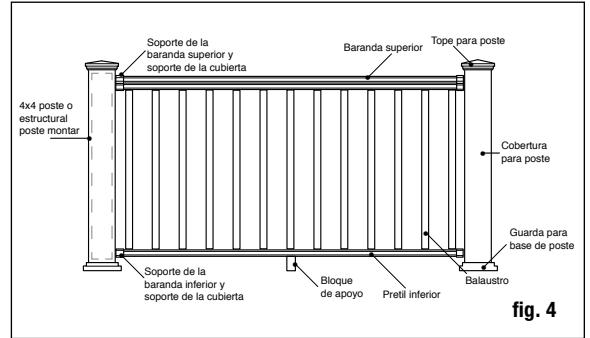

fig. 4
Paso 5 Recorte las coberturas de postes de 10.2 x 10.2 cm (4x4 pulg.) a la longitud adecuada. Las coberturas para poste deben ser al menos 3.8 cm (1-1/2 pulg.) más largas que la altura del barandal (fig. 4). Ejemplo: Para un barandal de 91.4 cm (36 pulg.) de altura, recorte la cobertura del poste a un mínimo de 96.5 cm (38-1/2 pulg.), puede dejarse más larga si se desea. Deslice una funda de poste recortada sobre cada poste de barandilla de 10.2 x 10.2 cm (4x4 pulg.) o montaje de poste. La cobertura para poste debe deslizarse fácilmente sobre el poste. NO FUERCE la cobertura de poste sobre el poste. Los postes de 10.2 x 10.2 cm (4x4 pulg.) torcidos o doblados deben ser reemplazados. Deslice una ceneta para base de poste (opcional) sobre cada cobertura de poste para un aspecto más acabado. *Nota: Se recomienda instalar la ceneta para base de poste antes de instalar el barandal inferior. Sin embargo, el diseño de dos piezas permite que el instalador añada la ceneta para la base del poste después de instalar el barandal. Para instalarla, aplique una línea delgada de pegamento transparente para construcción en exteriores a la parte interior de la ceneta para poste, en donde entrará en contacto con la cubierta del poste, y colóquela en su sitio alrededor de la base de la cobertura del poste.*